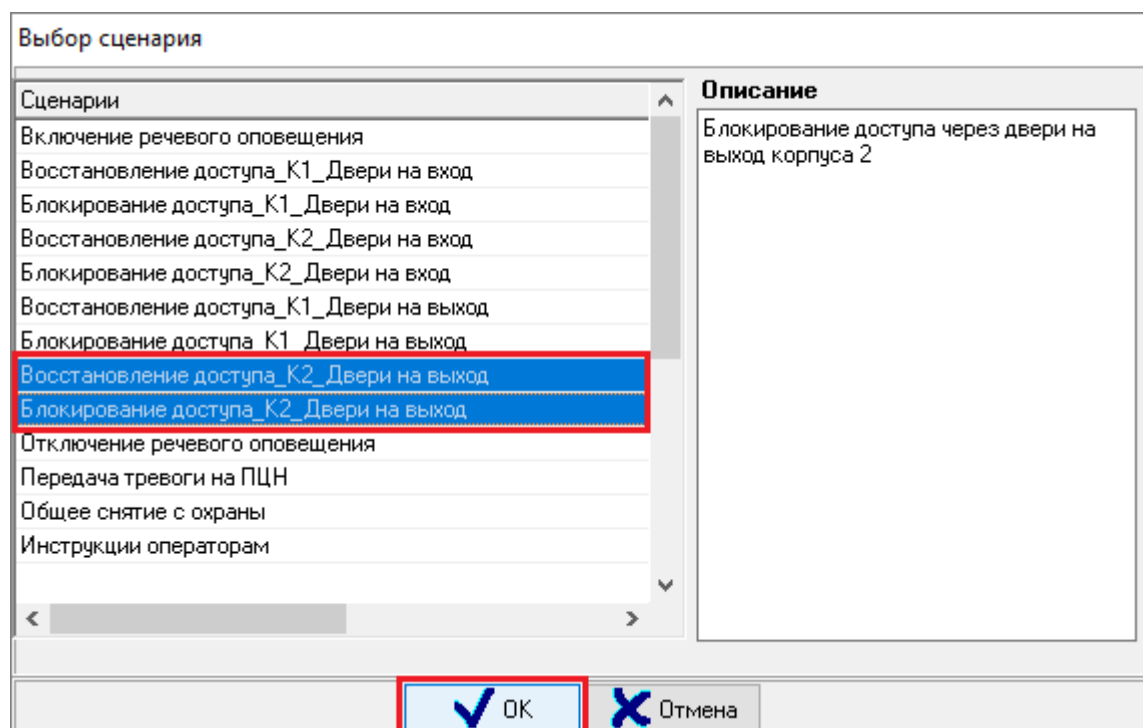

Рисунок 6-656 Добавление выбранных сценариев к элементу управления
- 3) нажмите кнопку «ОК» (см. Рисунок 6-656).